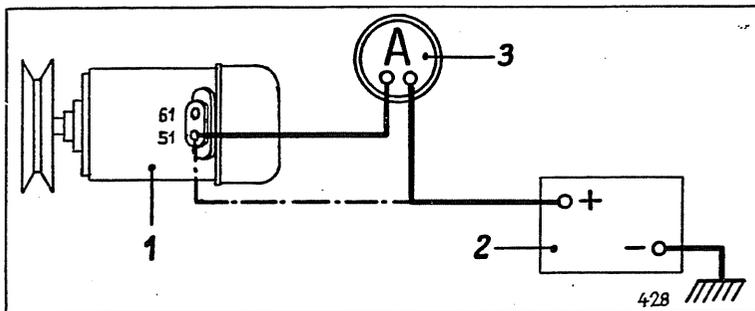

Bild Nr. 207
1. das Batterie Kabel an der Lichtmaschine abzuklemmen und das Ampèremeter gemäß Bild Nr. 207 anzuschließen,